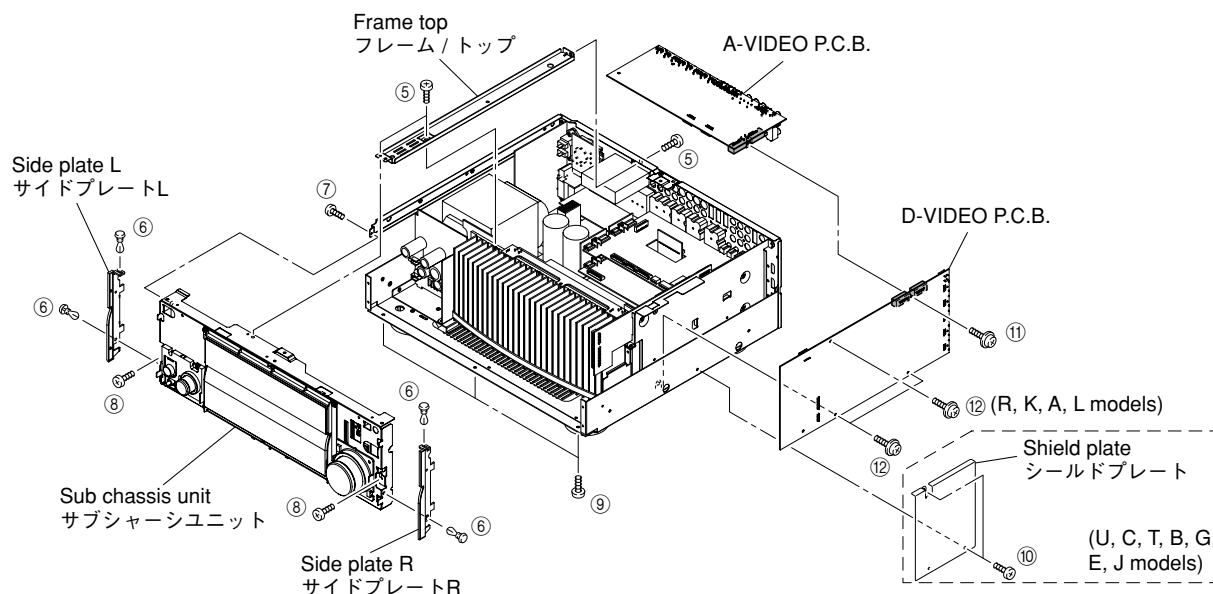

Fig. 2
(Fig.2)
b. Remove 4 push rivets (⑥) and then remove the side plates L/R. (Fig. 2)
c. Remove 1 screw (⑦), 2 screws (⑧) and 3 screws (⑨).
(Fig. 2)
e. Remove the sub chassis unit forward. (Fig. 2)
a. ⑤のネジ3本を外し、フレーム/トップを取り外します。
を取り外します。(Fig. 2)
e. サブシャーシユニットを前方に取り外します。(Fig. 2)
- Remove 2 screws (⑩) and then remove the shield plate (U, C, T, B, G, E models). (Fig. 2)
- Remove 1 screw (⑪) and 2 (U, C, T, B, G, E models) / 3 (R, K, A, L models) screws (⑫). (Fig. 2)
- Remove the D-VIDEO P.C.B. which is connected directly to the A-VIDEO P.C.B. with connectors. (Fig. 2)
- Remove the A-VIDEO P.C.B.. (Fig. 2)
- ⑩のネジ2本を外し、シールドプレートを取り外します。(Fig. 2)
- ⑪のネジ1本、⑫のネジ2本を外します。(Fig. 2)
- D-VIDEO P.C.B.を取り外します。ただし、D-VIDEO P.C.B.は、A-VIDEO P.C.B.と直接コネクター接続されています。(Fig. 2)
- A-VIDEO P.C.B.を取り外します。(Fig. 2)